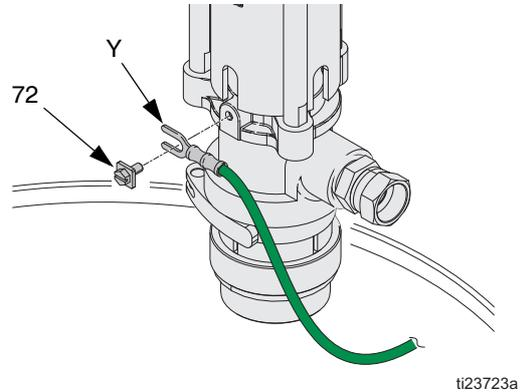

ABB. 9
- Pumpe*: Erdungskabel (Y) an Erdungsschraube (72) anschließen und Schraube sicher festziehen. Siehe ABB. 9. Das andere Ende des Drahts mit einem effektiven Erdungsanschluss verbinden. Erfüllung nationaler, regionaler und lokaler Elektrorichtlinien sicherstellen.